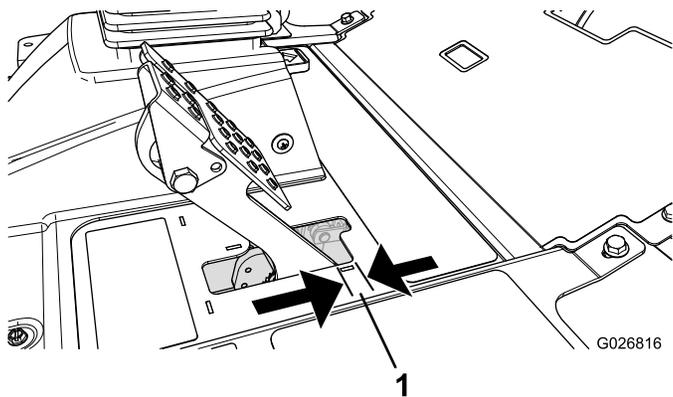

Figura 112
4. Carregue ligeiramente no pedal do travão; e meça a distância a que o pedal se move sem resistência (Figura 112).
Nota: Ajuste os travões se existir uma folga superior a 2,5 cm (Figura 112) no pedal do travão ou se for necessária mais força do travão de estacionamento.
6. Aperte as porcas traseiras para deslocar o cabo para trás, até que o pedal do travão apresente uma folga de 6 a 13 mm (Figura 112) antes de o travão de estacionamento engatar as rodas.